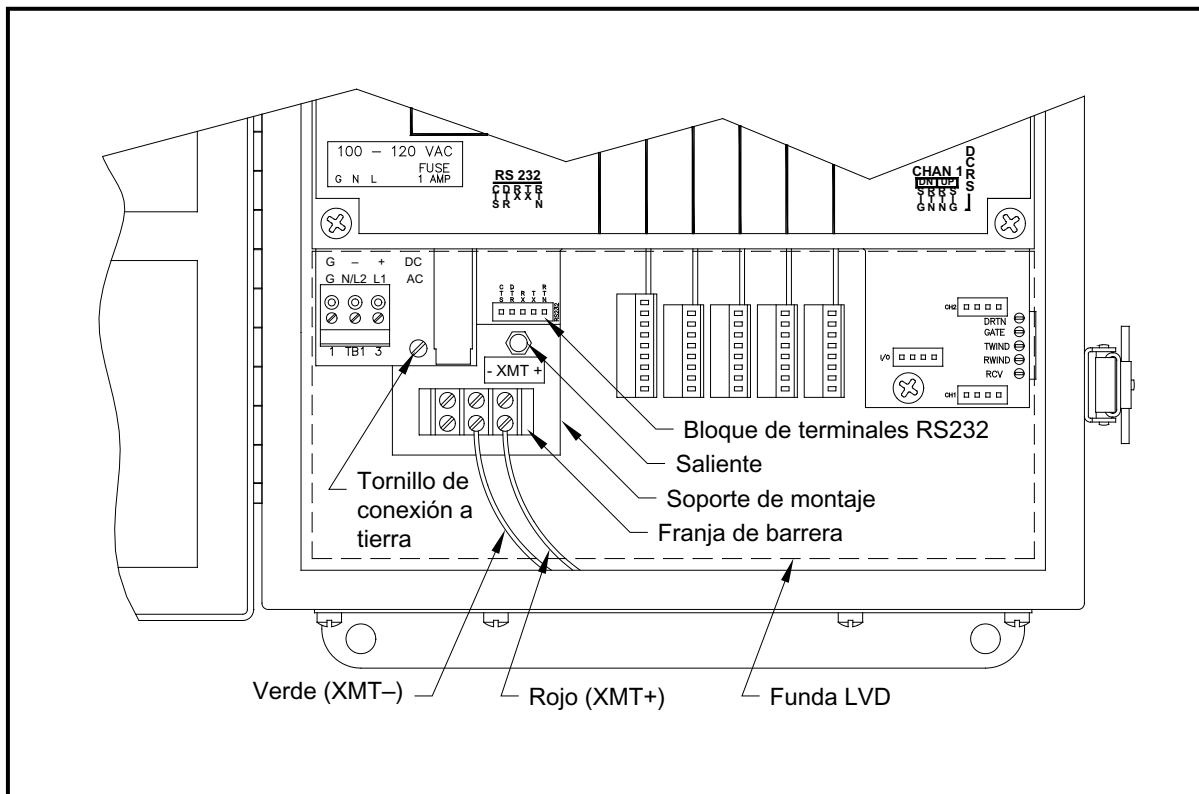

Figura 9: Montaje del conversor de la interfaz
Un soporte especial que contiene el conversor de la interfaz en serie y una tira de barrera de tres terminales, justo debajo del bloque de terminales RS232 (ver Figura 9). El bloque de terminales **RS232** estándar está cableado a la entrada del conversor de interfaz serial, y la salida RS485 del conversor de interfaz en serie está cableada a la tira de barrera.
El cableado de fábrica estándar de la interfaz en serie RS485 está configurado para cableado punto a punto. Es decir, un único modelo GF868 puede conectarse directamente a una única computadora personal. Para conectar la interfaz serie RS485, consulte la Figura 9 en la página 63 y complete los siguientes pasos:
3. Retire el **soporte de montaje** del conversor de la interfaz en serie quitando el separador ubicado justo debajo del bloque de terminales **RS232** y el tornillo de conexión a tierra justo a su izquierda (ver Figura 9 en la página 63).